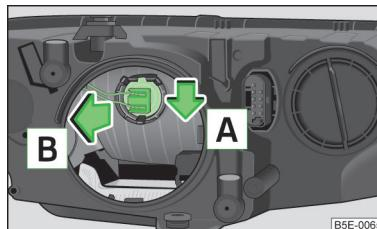

Fig. 222
- Extraiga el conector con la bombilla desplazándolos hacia abajo en el sentido de la flecha » fig. 222 y en el sentido de la flecha .